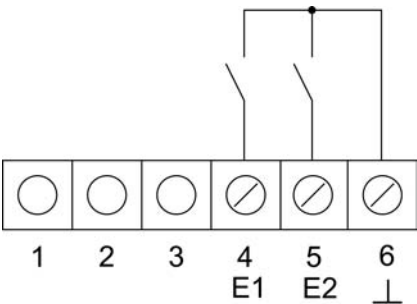

Bild 3: Anschluss Binäreingänge
- Abdeckung (4) abnehmen.
- Klemmen-Einsatz (1) und Elektronik-Aufsatz (3) voneinander trennen.
- Busleitung an die Anschlussklemme (9) im Klemmen-Einsatz einstecken.
- Binäreingänge: Fensterkontakte, Schließer- oder Öffner-Taster an Klemmen 4, 5 und 6 der Anschlussleiste (8) anschließen (Bild 3).
- Klemmen-Einsatz (1) in Gerätedose einsetzen. Auf Beschriftung **O BEN** / **T OP** achten. Der Busanschluss muss unten rechts liegen.
- Design-Rahmen (2) auf den Klemmen-Einsatz (1) aufsetzen.
- Elektronik-Aufsatz (3) lagerichtig in den Klemmen-Einsatz einsetzen.